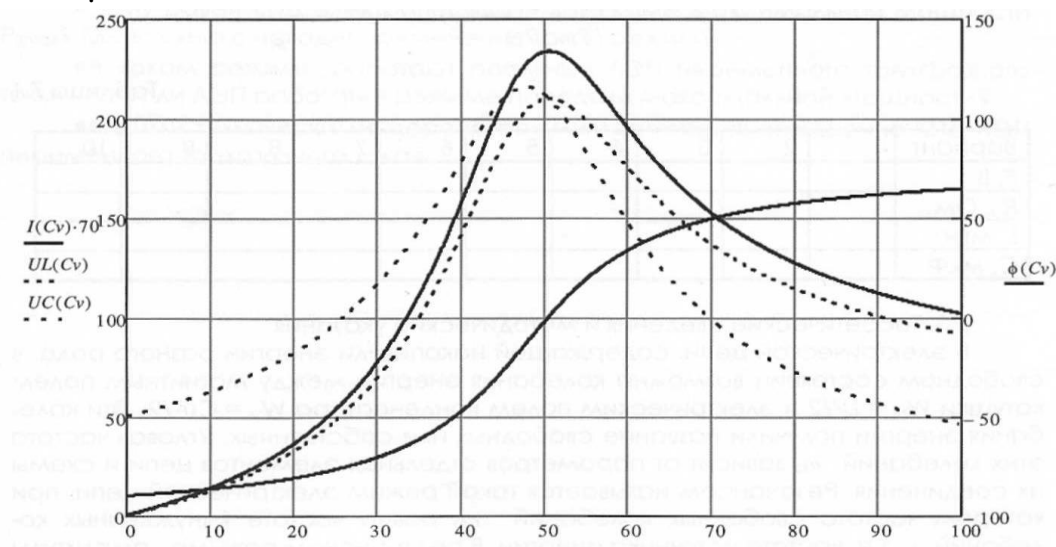
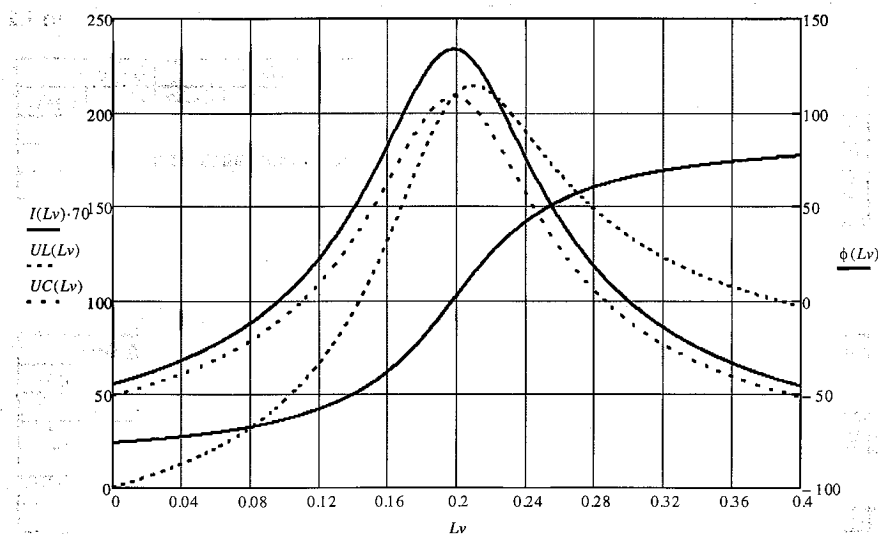

Рис. 7.2 Графические диаграммы функций при  $C$
Рис. 7.3. Графические диаграммы функций при  $L = var = Lv$
- Рабочая схема исследуемой цепи и схемы включения измерительных приборов (рис. 7.2).
Графические диаграммы резонансных характеристик совмещаются, т. е. располагаются в одной системе координат, при этом для каждой функции выбирается свой масштаб при общем масштабе для аргумента. На рис. 7.2 приведены графические диаграммы резонансных характеристик в функции переменного параметра  $C = \text{var} = Cv$ , а на рис. 7.3 - аналогичные графические диаграммы резонансных характеристик в функции переменного параметра  $L = \text{var} = Lv$ .